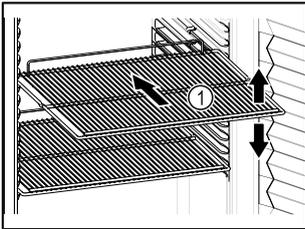

Fig. 88 Immagine a titolo di esempio
- Se è possibile spostare i ripiani Fig. 88 (1), regolarli in altezza.